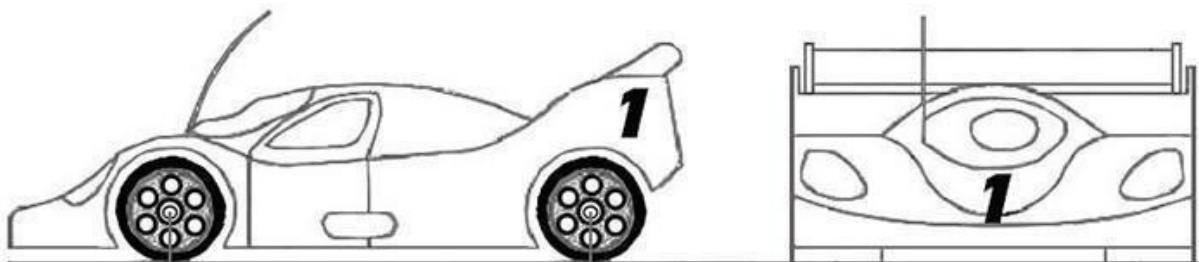

Figura 13 : Disposizione numeri di gara 1/8 GT
7.1.12 **Disposizione numeri di gara GT:** prima della partenza delle manche di qualifica e delle fasi finali i Piloti sono obbligati a posizionare sulla propria carrozzeria i numeri di gara, consegnati dagli Organizzatori, con la disposizione visibile alla **Figura 13**, al fine di garantire una maggiore visibilità da parte della Direzione di Gara. La non corretta posizione dei numeri gara comporta il richiamo del modello del Pilota, da parte del Direttore di Gara, in modo tale che questi li disponga come da Regolamento (**vedi Figura 13 in questo Capitolo**).